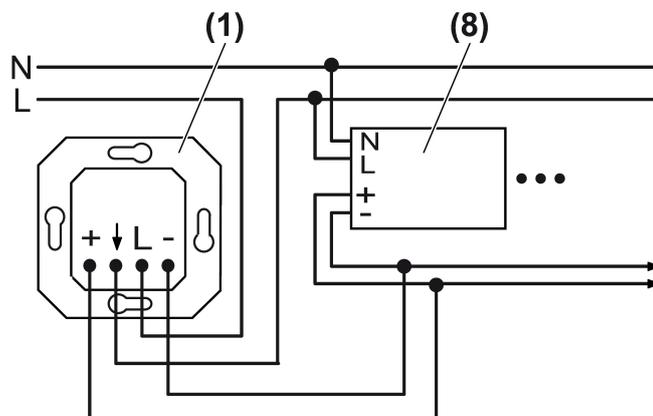
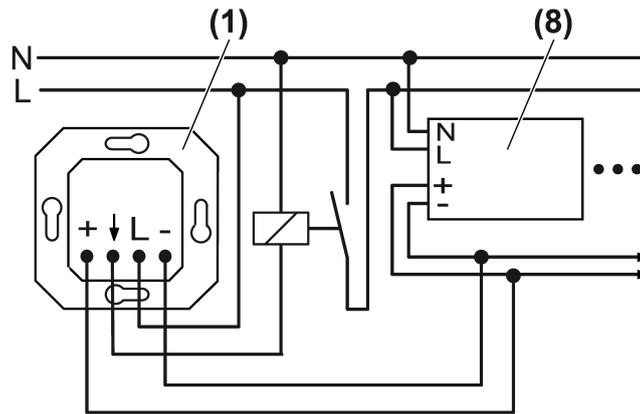

Bild 2: Anschlussplan Potentiometer schaltet die Lampen-Betriebsgeräte direkt
Bild 3: Anschlussplan Potentiometer und Schütz zum Schalten der Lampen- Betriebsgeräte
- Elektronisches Potentiometer mit Schaltfunktion gemäß Anschlussplan (siehe Bild 2) bzw. (siehe Bild 3) anschließen.